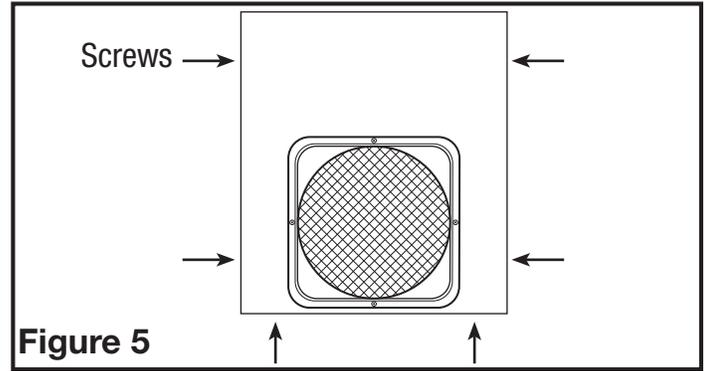

Figure 5
8. Connect the heater unit to the main unit using the 6 screws provided. There are two screws on each side of the main unit (**Figure 5**).
8. Connectez l'unité de chauffage à l'unité principale en utilisant les 6 vis fournies. Il y a deux vis de chaque côté de l'unité principale (**Figure 5**).